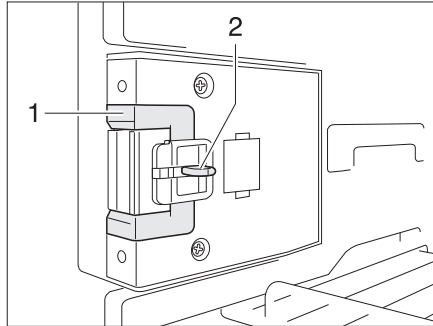
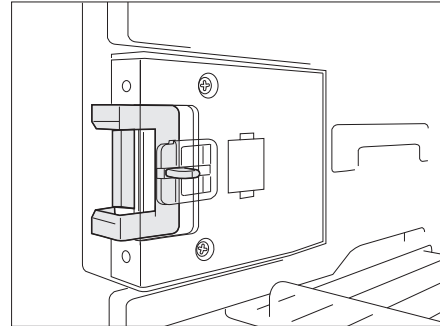

Fig. 232 Dispositivo di chiusura in posizione normale
Fig. 233 Dispositivo di chiusura in posizione di ricircolo d'aria
- Premere il dispositivo di sblocco (Fig. 232,2).
- Spingere il dispositivo di chiusura (Fig. 232,1) in avanti (Fig. 233).